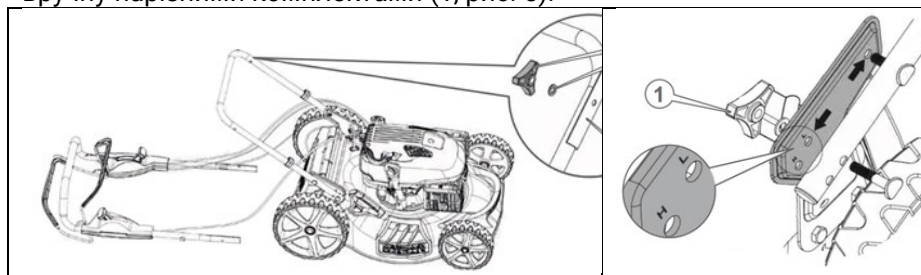

Рисунок 5. Схема складання руків'я оператора.
2. Зняти комплект кріплення (1, рис. 5) частин руків'я.
Конструкцією передбачено два варіанта висоти: «Н» – високе та «L» – низьке (рис. 5).
Приєднати верхню частину руків'я (2, рис. 5) та надійно зафіксувати вручну нарізними комплектами (1, рис. 5).